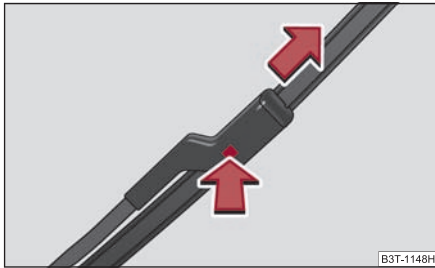

Abb. 74 Wischerblatt für Frontscheibe
- Drücken Sie die Sicherung, um das Wischerblatt zu entriegeln und ziehen Sie es in Pfeilrichtung ab ⇒ Abb. 74.